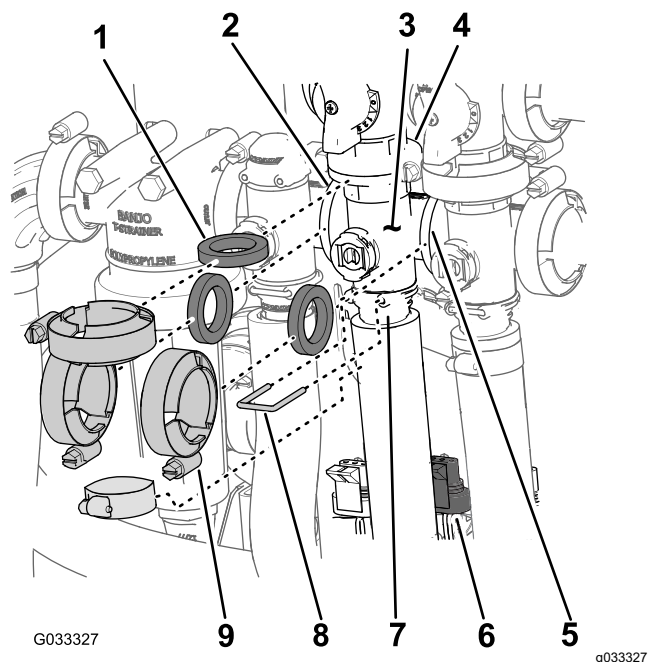

Figura 69
1. Retire las abrazaderas y las juntas que sujetan el distribuidor de la válvula de agitación (Figura 69) a la válvula de desvío de agitación, la válvula de control de caudal, la válvula maestra y el acoplamiento del adaptador (válvula de control de agitación).
2. Retire la horquilla de retención que sujeta el conector de salida al distribuidor de la válvula de agitación (Figura 69).